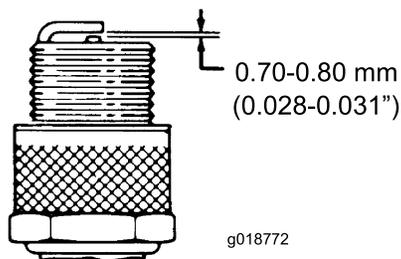

Figure 17
3. Réglez l'écartement des électrodes entre 0,70 et 0,80 mm (Figure 17). Posez et serrez la bougie avec l'écartement correct à la main pour éviter de fausser le filetage.